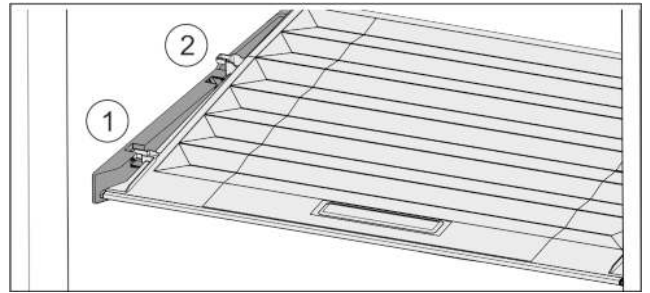

Fig. 28
- ▶ Потянуть крышку до отверстия в поддерживающих деталях вперед Fig. 28 (1).
- ▶ Поднять сзади снизу и извлечь Fig. 28 (2) движением вверх.